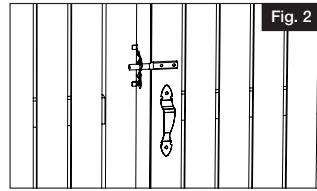

Fig. 2
- a. Avec la barrière fermée, aligner le loquet sur le poteau à la hauteur souhaitée, centrer la gâche sur le montant et déterminer l'emplacement de la poignée de barrière sur le montant (Fig. 2).